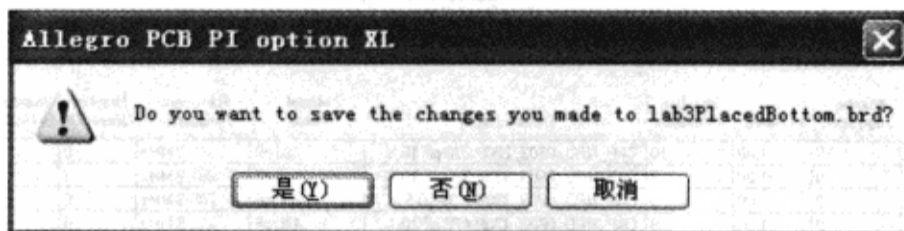

图 9-7-92 提示窗口
(12) 在 Allegro PCB PI option XL 窗口中执行菜单命令“File”→“Exit”。
(13) 在 Allegro PCB PI option XL 提示窗口中单击“否”按钮，不保存对 lab3PlacedBottom.brd 文件做的修改，如图 9-7-92 所示。